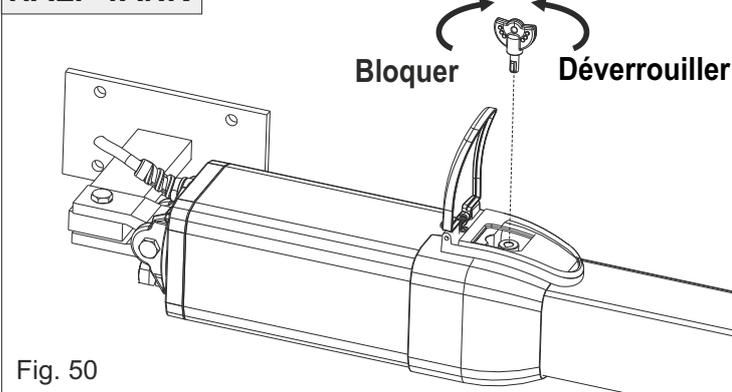
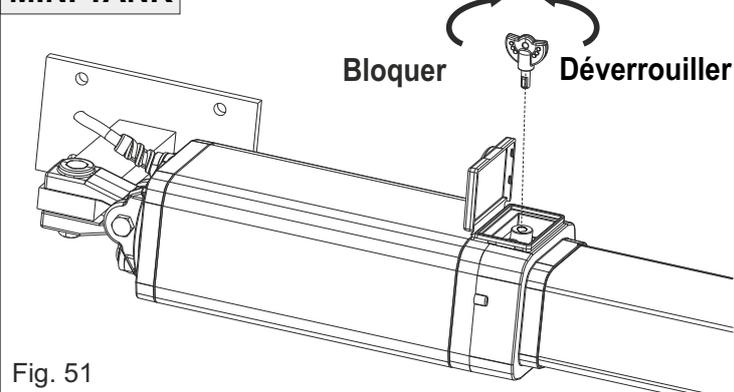

Fig. 50
Fig. 51
- 1) Déverrouiller l'opérateur (selon la procédure de déverrouillage des Fig. 49 et Fig. 50)
- Insérez la clé de déverrouillage spéciale et tournez-la de 180 degrés dans le sens inverse des aiguilles d'une montre (Fig. 50 et Fig. 51)
- Insérez la clé de déverrouillage spéciale et tournez-la dans le sens des aiguilles d'une montre jusqu'à la fermeture (Fig. 50 et Fig. 51)